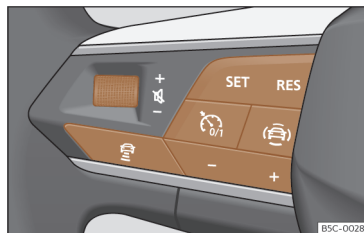

Fig. 110 No volante multifunções: botões para utilizar o ACC.
- Pressione o botão  do volante multifunções >>> **Fig. 110**.
- Para começar a regulação pressione o botão **SET** >>> Fig. 110.
Para programar a velocidade pressione os botões + ou - >>> **Fig. 110** até à velocidade pretendida. O ajuste de velocidade realiza-se em intervalos de 10 km/h (5 mph).
- Pressionar o botão **⏮** e, em seguida, o botão + ou - >>> **Fig. 110**.
- Pressione brevemente o botão **⏮** >>> **Fig. 110** ou pressione o pedal do travão.